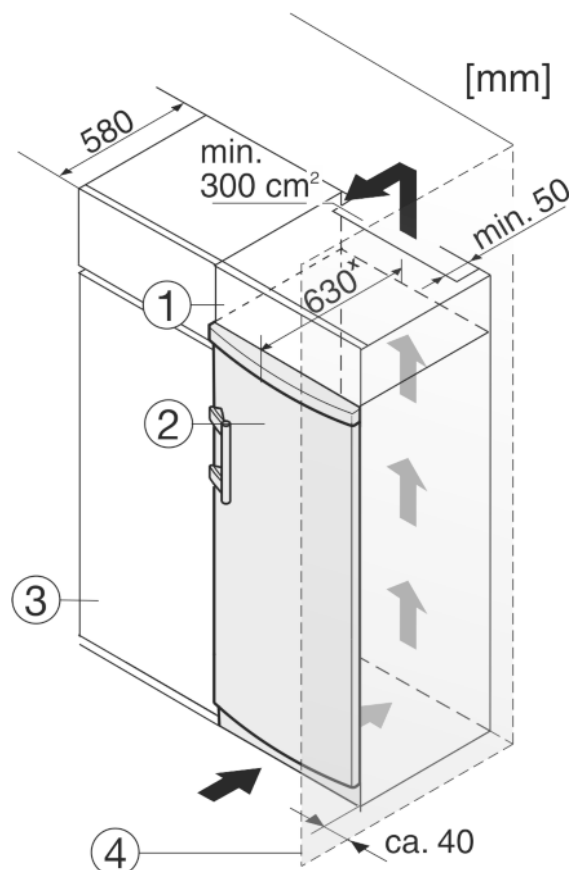

Fig. 10
- (1) Opbouwkast
- (2) Apparaat
- (3) Keukenkast
- (4) Wand
Het apparaat kan in keukenkasten worden ingebouwd. Om het apparaat Fig. 10 (2) aan de hoogte van het keukenblok aan te passen, kan boven het apparaat een opzetkast Fig. 10 (1) worden aangebracht.
Bij een ombouw met keukenkasten (diepte max. 580 mm) kan het apparaat direct naast de keukenkast Fig. 10 (3) worden geplaatst. Het apparaat steekt aan de zijkant 34 mm * en in het midden 50 mm * uit ten opzichte van het keukenkastfront.
Plaatst u het apparaat met de scharnierkant naast een muur Fig. 10 (4), dan moet de afstand tussen apparaat en muur minstens 40 mm bedragen. Dit in verband met het uitsteken van de deurgreep bij een geopende deur.